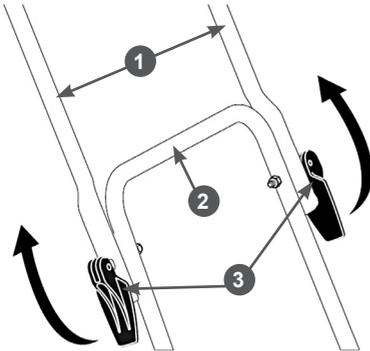

Рис. 5 Крепление верхней части рабочей рукоятки
5. Установите верхнюю часть рукоятки в рабочее положение. Поднимите верхнюю часть 1 рукоятки, выровняйте её в одной плоскости с нижней частью 2, затем затяните эксцентрикные рычаги 3 (Рис. 5).